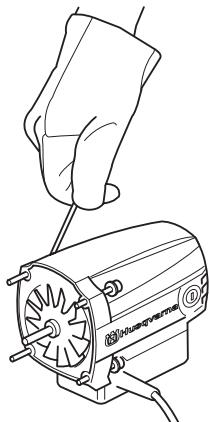

Рис.14
2. Удалите четыре винта (рис. 14), которые скрепляют двигатель и редуктор. Отсоедините кабель заземления от крышки редуктора (только машины с 230 В.).
6. Совместите двигатель и редуктор по отверстиям винтов (Рис. 14).